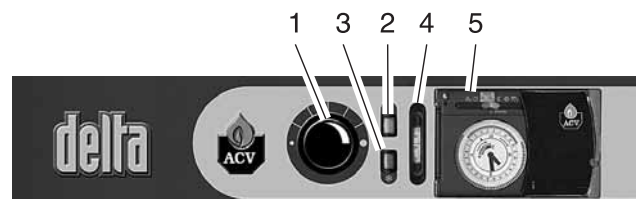

Рис. 17: Панель управления
5.3.7 ПАНЕЛЬ УПРАВЛЕНИЯ (рис. 17)